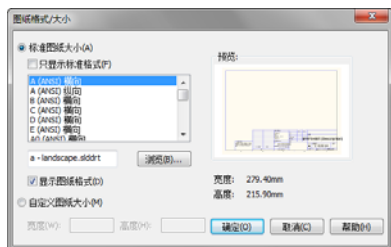

图 9-2 选择图纸格式
4. 右击左下角[添加图纸]按钮, 打开[图纸格式/大小]对话框, 在弹出的[图纸格式/大小]对话框(图 9-2)中, 选择图纸格式: